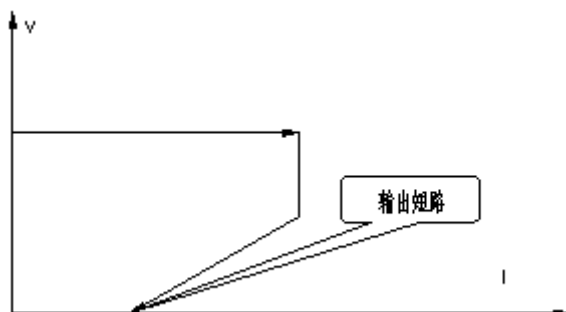

图 1-1 整流模块输出特性
- 短路保护：本模块采用回缩下垂限流方式，模块输出特性如图 1-1，输出短路时模块在瞬间把输出电压拉低到零，限制短路电流在额定输出电流的 15% 以下，此时模块输出功率很小（几十瓦），以达到保护模块和用电设备的目的。模块可长期工作在短路状态，不会损坏，排除故障后模块可自动恢复工作。